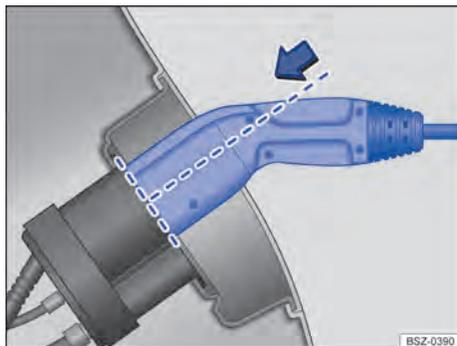

Fig. 155 Na tomada de carregamento: conector de carregamento totalmente encaixado (representação esquemática).
4. Inserir o conector de carregamento de forma correta na tomada de carregamento e verificar se ele está totalmente inserido → Fig. 155.